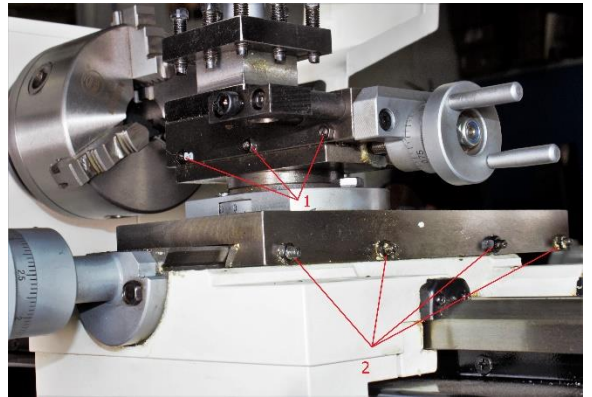

Рис. 42 Шпильки поперечного и верхнего суппортов.
**Шпильки верхнего суппорта** — четыре винта шпилек крестового суппорта настраивают его натяжение (Рисунок 42).